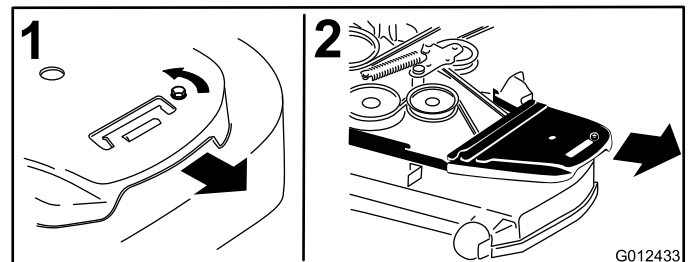

図 55
4. デッキからベルトカバーとベルトを取り外す（図 55）。